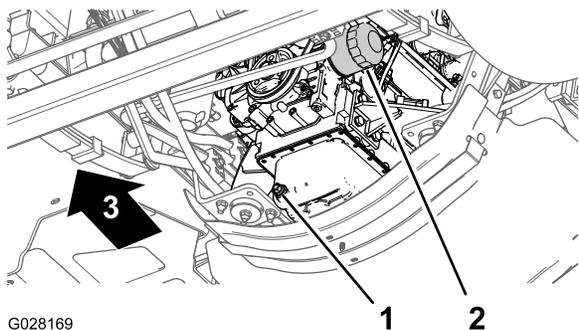

図 76
3. エンジンオイルフィルタの下にオイルを受ける容器をおく【図 76】。
4. 古いオイルフィルタ【図 76】を外す。
8. アダプタにフィルタを取り付け、ガスケットがアダプタに当たるまでフィルタを右に回し、そこから更に 1/2 回転増し締めする【図 76】。
1. ドレンプラグの下にオイルを受ける容器をおく【図 76】。
2. ドレンプラグ【図 76】を外して排出されるオイルを回収する。